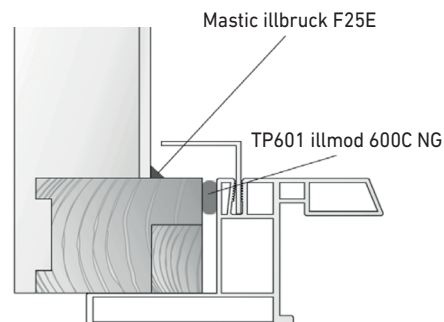

Figure 16 : Fenêtre PVC en rénovation - Exemples de pose sur ancien dormant bois
- **En réhabilitation**, il est généralement utilisé : **entre ancien dormant bois et nouvelle fenêtre** (Figure 16)